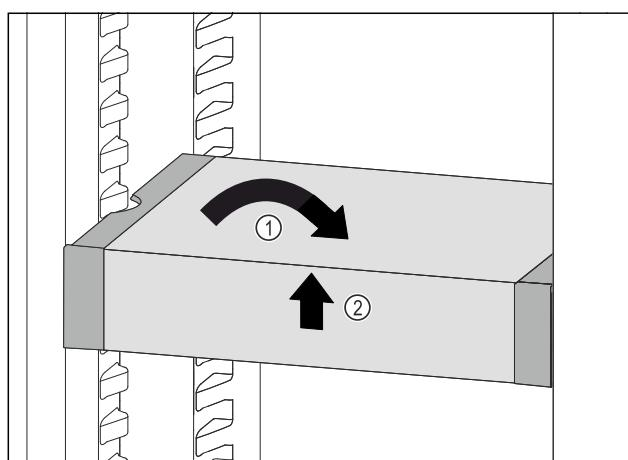

Fig. 106
- Вирівняти VarioSafe. Fig. 106 (1)
- Підняти VarioSafe спереду. Fig. 106 (2)